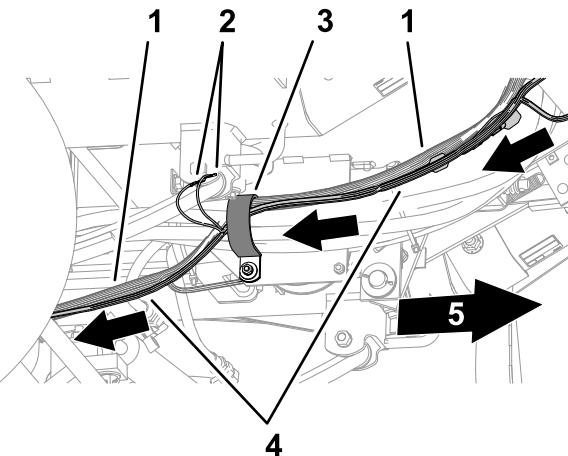

Bild 38
1. Verlegen Sie den 71-cm-Zweig des Kabelbaums, den 89-cm-Kabelbaumzweig und den 452-cm-Kabelbaumzweig durch die R-Klemme, mit der die Lenkschlüssele, die sich unter der Bodenplatte und vor der Vorderachse befinden, befestigt sind (Bild 38).